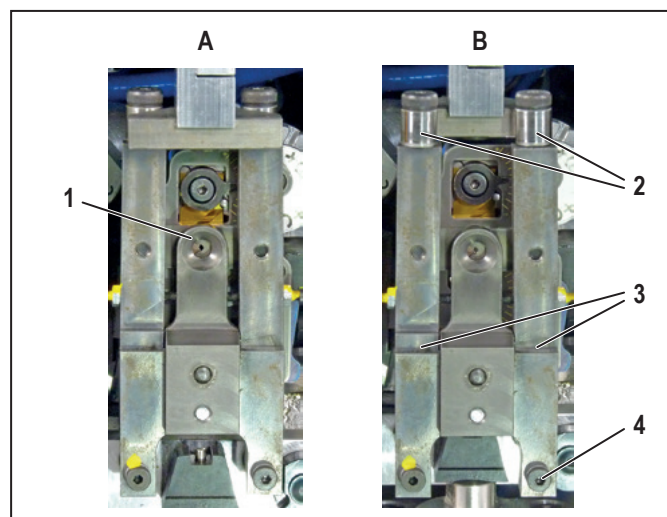

Figure 7.3 Unitatea de fixare a cablului torsadat în poziția de operare (A) și deplasată spre față (B)
- Trageți în față unitatea de fixare a cablului torsadat (Figure 7.3, B).
- Verificați dacă rolele (2) se pot mișca liber.
- Lubrifiați punctele pivotante (3) ale unității de fixare a cablului torsadat.
- Asigurați-vă că unitatea de fixare a cablului torsadat se situează în poziția frontală (Figure 7.3, B).
- Scoateți șurubul din dreapta jos al unității de fixare a cablului torsadat (Figure 7.3, 4).